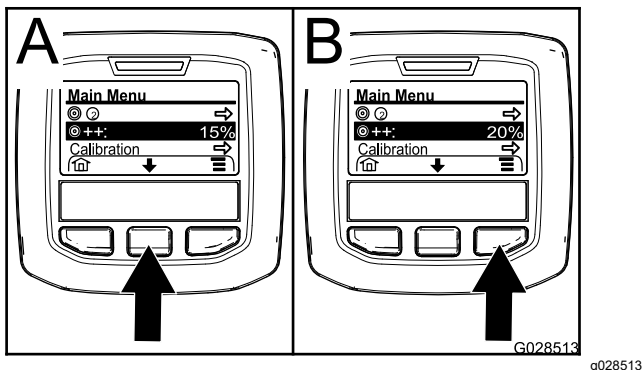

Figure 67
2. Au besoin, appuyez sur le bouton de sélection central pour mettre en surbrillance l'option d'intensification du débit d'application (Figure 67).
Remarque: L'icône de taux poussé d'application est constitué de 2 signes + situés à droite d'une cible (Figure 67).
3. Appuyez sur le bouton de sélection droit (Figure 67) pour augmenter le pourcentage d'intensification par paliers de 5 % (20 % maximum).